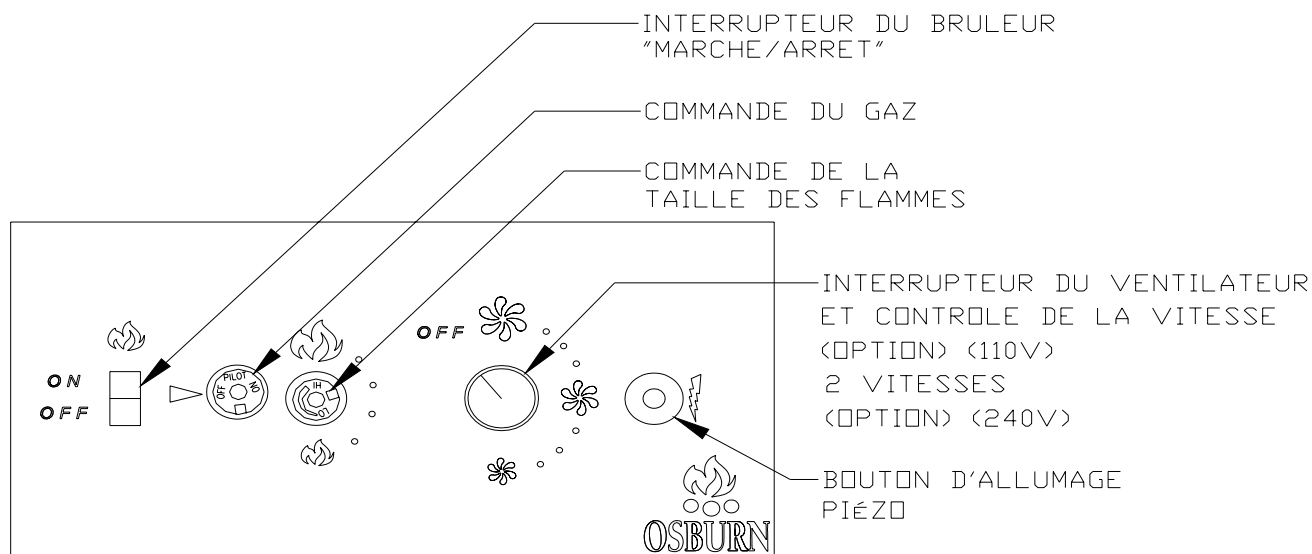

figure 2
La porte vitrée et la grille supérieure **doivent** être installées avant de faire fonctionner l'appareil. Ne faites **jamais** fonctionner l'appareil si la porte n'est pas en place ou si la vitre est brisée, l'air vicié de l'appareil pourrait s'introduire à l'intérieur de l'habitation. Cet appareil **ne peut pas** s'employer avec des combustibles solides. N'utilisez pas de pièces ou matériaux autres que ceux recommandés par Osburn. Maniez la vitre avec précaution. On trouvera le panneau de contrôle illustré à la figure 2 ci-dessous en ouvrant la petite porte d'accès se trouvant sur le devant du piédestal.
10. Mettez l'interrupteur du brûleur à la position « On » (Marche) (voir la figure 2).
1. Pour éteindre seulement le brûleur principal, éteignez l'interrupteur mural, le thermostat ou l'interrupteur Marche/Arrêt qui se trouve sur le panneau de commandes illustré à la figure 2; ce dernier se situe derrière la porte d'accès sur le devant du piédestal.
L'appareil est muni d'une valve dont le bouton indique « HI/LO » (Feu élevé/réduit) qui permet de contrôler le débit calorifique et la hauteur des flammes (voir la figure 2).